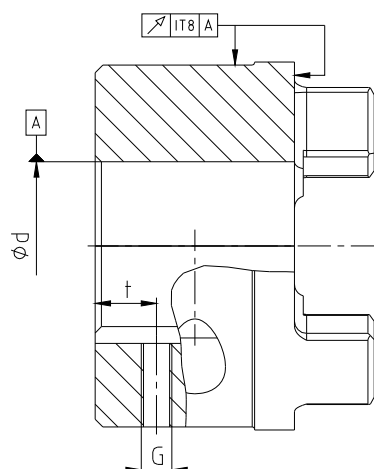

Figura 4: Exactitud de concentricidad y excentricidad
- En la ejecución de la perforación del cubo por parte del cliente se debe mantener la exactitud de excentricidad axial y la concentricidad (véase figura 4).